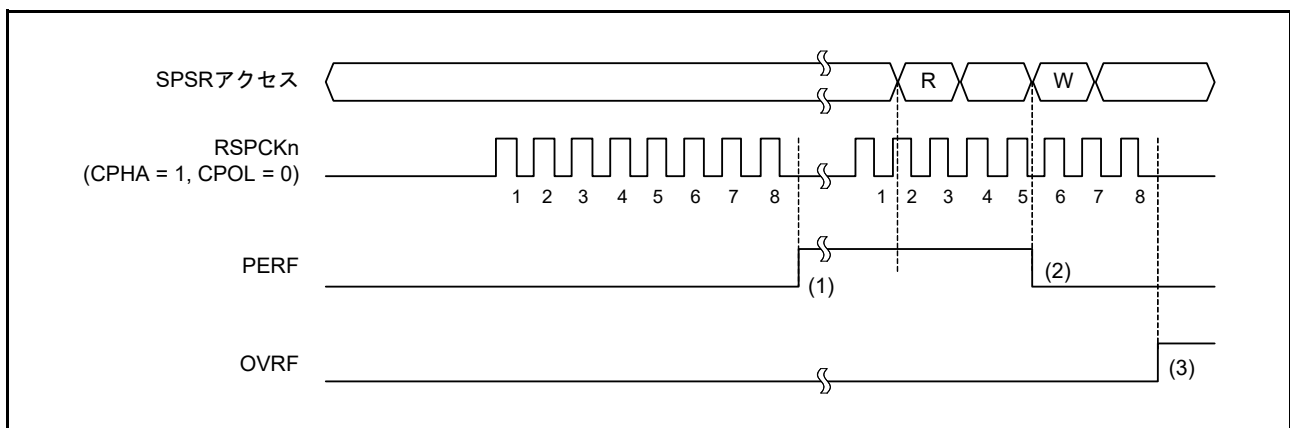

図 32.35 PERF フラグの動作例
図 32.35 に、OVRF フラグと PERF フラグの動作例を示します。図 32.35 に記載した SPSR アクセスでは、W は書き込みサイクル、R は読み出しサイクルを示しています。図 32.35 の例では、SPCR.TXMD ビットが 0、SPCR2.SPPE ビットが 1 の状態で全二重同期式シリアル通信を行います。SPCMDm.CPHA ビットが 1、SPCMDm.CPOL ビットが 0 の設定で、SPI が 8 ビットのシリアル転送を実行しています。RSPCKn 波形の下に記載した数字は、転送ビット数などの RSPCK サイクル数を示しています。
以下に、図 32.35 の (1) ~ (3) に示したタイミングでのフラグの動作内容を説明します。
- (1) SPI がオーバーランエラーを検出せず、シリアル転送が終了すると、SPI はシフトレジスタのデータを受信バッファにコピーします。このとき、SPI が受信データをチェックし、パリティエラーを検出すると PERF フラグを 1 にします。SPI0 のマスターモードの場合、SPI は SPCMDm レジスタに対するポインタの値を SPSSR.SPECM[2:0] ビットにコピーします。
- (2) PERF フラグが 1 の状態で SPSR レジスタを読んだ後、PERF フラグに 0 を書くと、PERF フラグは 0 になります。
- (3) SPI がオーバーランエラーを検出し、シリアル転送が終了すると、シフトレジスタのデータを受信バッファにコピーしません。このとき、SPI はパリティエラーを検出しません。